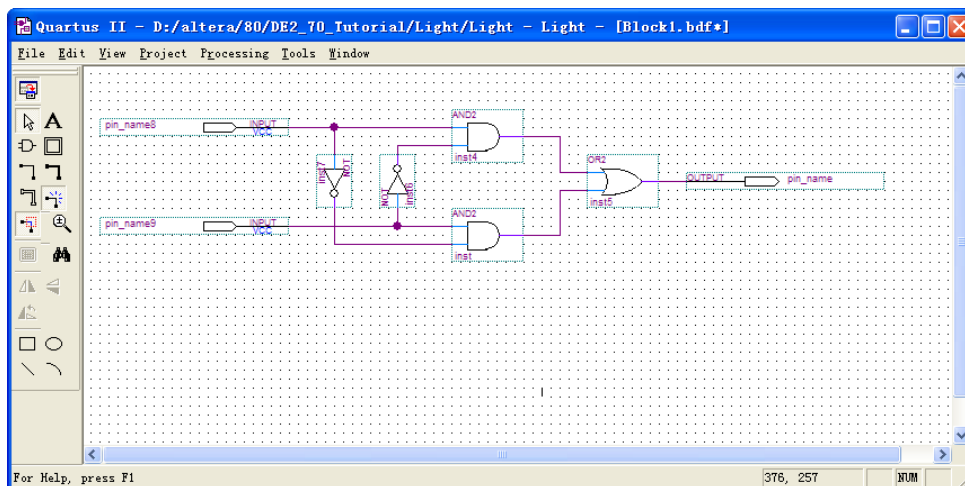

图 4-7 连接电路
6. 电路图连接，用鼠标拖动引线即可连接元件，完成后如图 4-7。